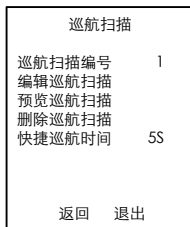

图3-3 巡航扫描设置界面
1. 调用“95”号预置点，进入“主菜单→系统设置→巡航扫描”，进入巡航扫描设置界面，如图 3-3 所示。